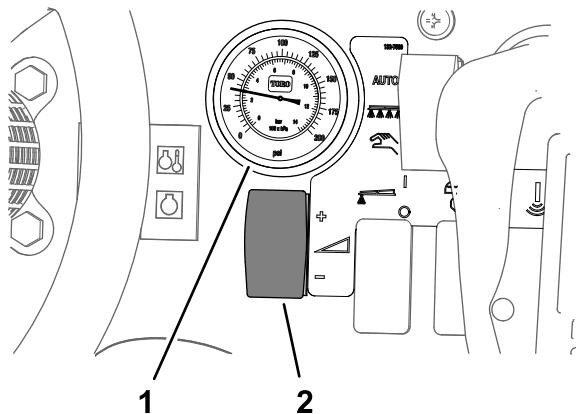

Figura 49
2. Utilize o interruptor de taxa de aplicação para ajustar a pressão no sistema do pulverizador para aproximadamente 2,76 bar (40 psi); consulte Figura 49.